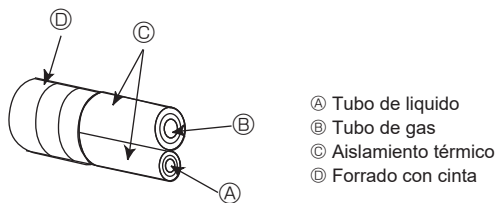
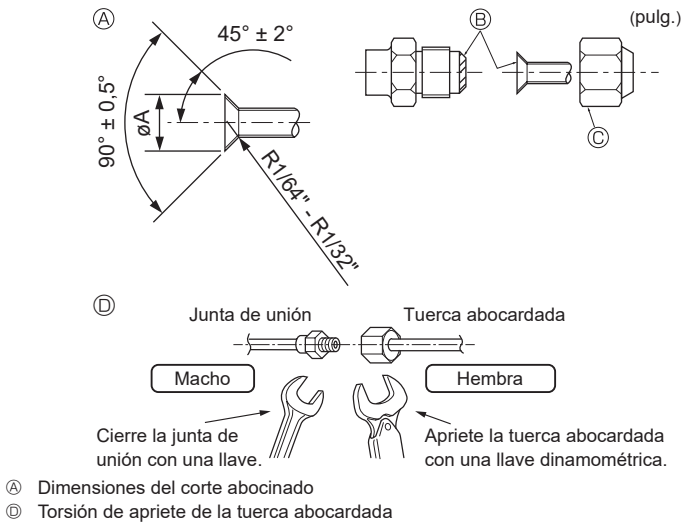

Fig. 4-5
Fig. 4-6
A) (Fig. 4-6)
4.3. Tubos de conexión (Fig. 4-5) (Fig. 4-6)
[Fig. 4-5]
[Fig. 4-6]